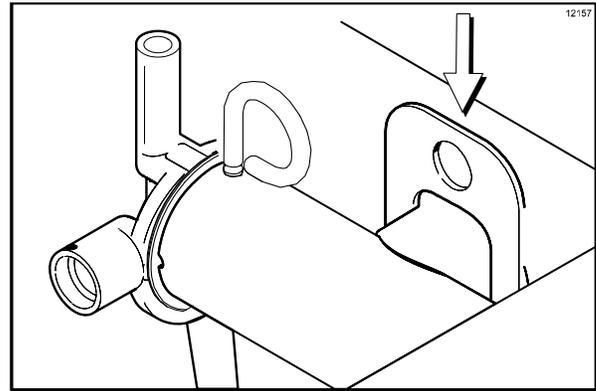

Figura 163
3. Instale el conjunto de la bomba en la parte trasera de la tolva de mezcla. Para colocar la bomba en la posición correcta en el cubo motor, alinee el orificio motor del pistón con la manivela motriz del eje motor. Sujete la bomba en su sitio montando la pinza de la bomba en el collarín de la bomba y cerciorándose de que la pinza entre en las ranuras del collarín. (Vea la figura 163).